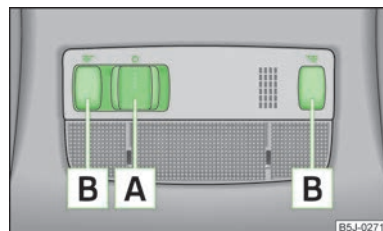

Fig. 27
- Pulsar el interruptor **A** » fig. 27 hacia el centro de la lámpara; se visualizará el símbolo .
- Pulsar el interruptor **A** » fig. 27 hacia el borde de la lámpara; se visualizará el símbolo .
- Pulsar el conmutador **A** » fig. 27 a la posición central **O**.
- Pulsar el conmutador **B** » fig. 27 para conectar y desconectar la lamparita de lectura izquierda o derecha.